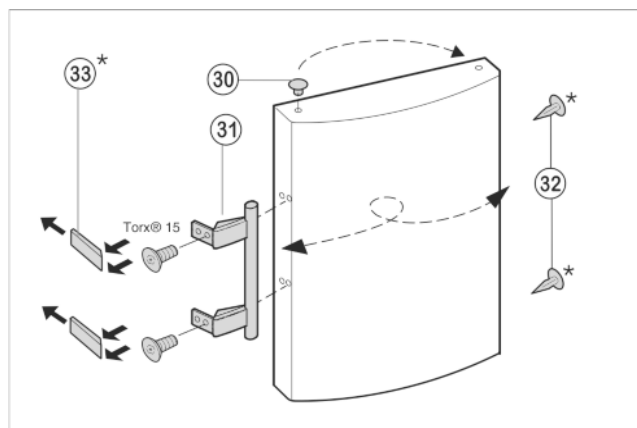

Fig. 9
- Enlever le bouchon Fig. 9 (30) du coussinet de la porte et le mettre de l'autre côté.
- Démonter la poignée de porte Fig. 9 (31), le bouchon Fig. 9 (32) et les plaques d'appui Fig. 9 (33) puis les repositionner sur le côté opposé